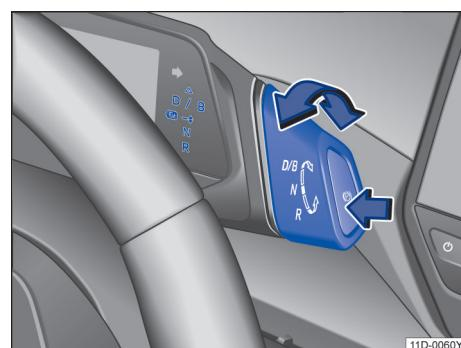

图 93 带电子驻车制动器按钮的行驶挡开关 (箭头)
行驶挡开关带有一个用于电子驻车制动器的按钮②。如需从空挡位置 N 切换到行驶挡，踩下制动踏板并将行驶挡开关沿所需方向转动→图 93：
若要在行驶挡 D 和 B 之间切换，一次性向前转动行驶挡开关，从位置 D/B 中换出即可→图 93。行驶挡开关此时始终被弹回。再次向前转动可以切换回行驶挡 D。